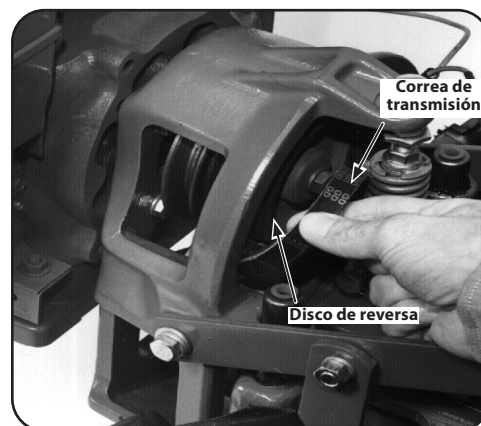

Figura 5-27
5. Levante la mitad superior de la correa hacia arriba y sobre la polea superior y el disco de reversa de goma, moviéndolo delante del disco de reversa. Consulte la Figura 5-27.